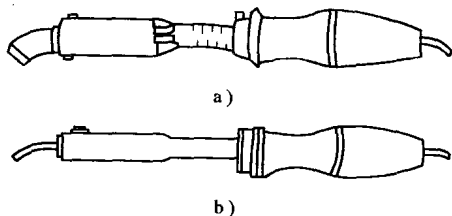

图 1-9 电烙铁外形
(1) 电烙铁。电烙铁是锡焊焊接的工具, 用来焊接电器元件的接点和导线的连接, 其外形如图 1-9 所示。